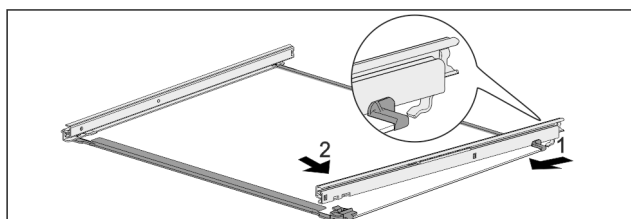

Fig. 125 Skleněná deska s kolejničkami
- Zahákněte kolejničku vzadu. Fig. 125 (1)
- Zaklapněte kolejničku vpředu. Fig. 125 (2)